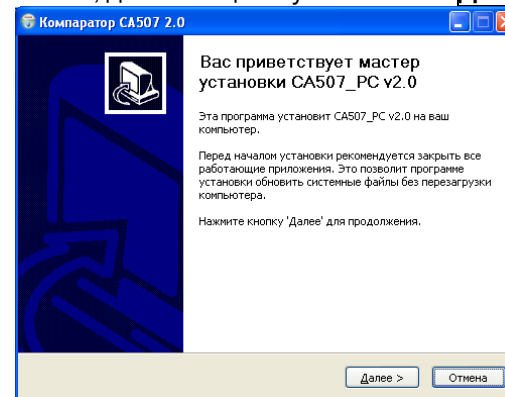

Рисунок 1.3
setup_CA507_PC_xxx.exe (xxx – версия программы). На экране появится окно мастера установки CA507_PC (рисунок 1.3).
После завершения установки Microsoft .NET Framework на экране появится окно мастера установки CA507_PC (рисунок 1.3).
2) Закрыть все работающие приложения и продолжить выполнение программы установки ПО, для чего щелкнуть по кнопке **Далее** (рисунок 1.3).